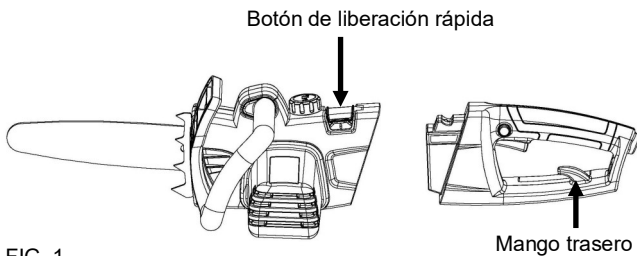

FIG. 1
1. Levante el botón de liberación rápida. Tire para retirar la manija del cabezal de corte. (Fig. 1)